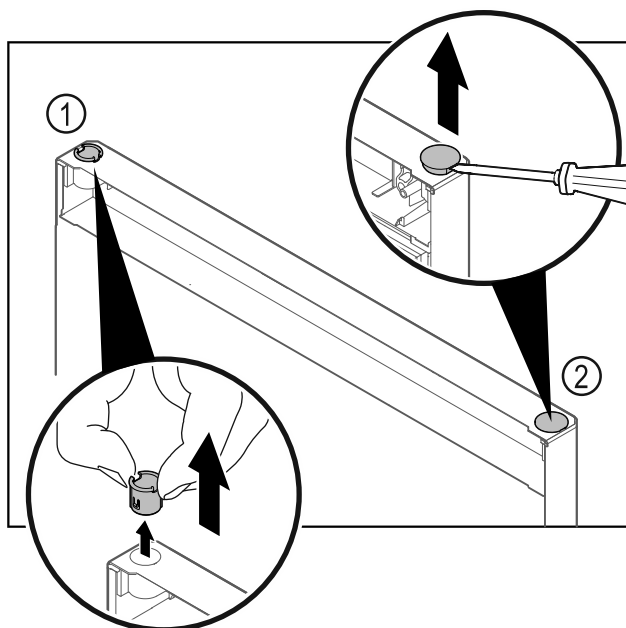

Fig. 27 Dera e ndarjes së ftohjes
- Nxirrni jashtë bokullën e menteshës Fig. 27 (1) me gishta.
- Ngrini lart me kujdes tapën mbuluese Fig. 27 (2) me një kaçavidë me kokë petë dhe nxirrreni jashtë.